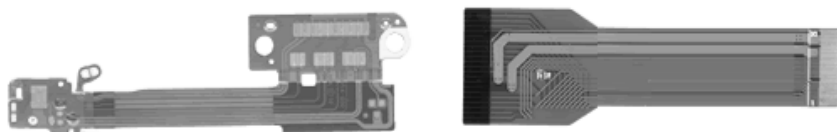

图 3.1.25 挠性印制板
(2) 挠性印制板 (Flexible Printed Board), 又称柔性印制板, 是以软层状塑料或其他软质绝缘材料为基材而制成的。它所制成的部件可以弯曲和伸缩, 在使用时根据安装要求将其弯曲, 如图 3.1.25 所示。挠性印制板一般用于特殊场合, 如某些数字万用表的显示屏是可以旋转的, 其内部往往采用挠性印制板。